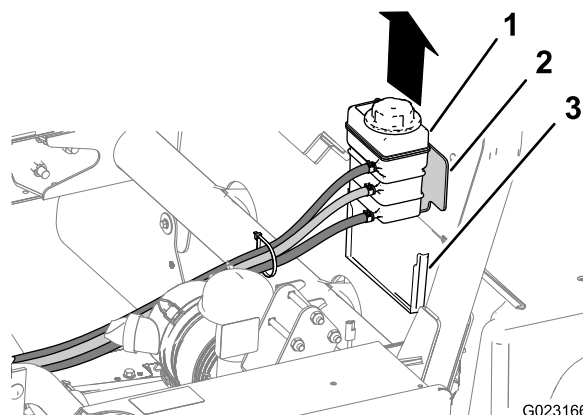

Figura 8
1. Sollevate il serbatoio del refrigerante estraendolo dalla cavità di supporto presente sul retro della copertura del sedile (Figura 8).